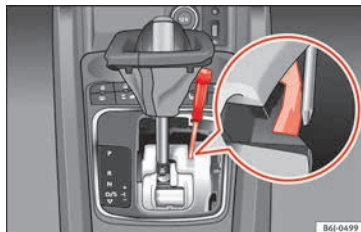

Abb. 47 Notentriegeln der Wählhebelsperre
- Drücken Sie mit einem Finger das gelbe Kunststoffteil in Pfeilrichtung » **Abb. 47**.